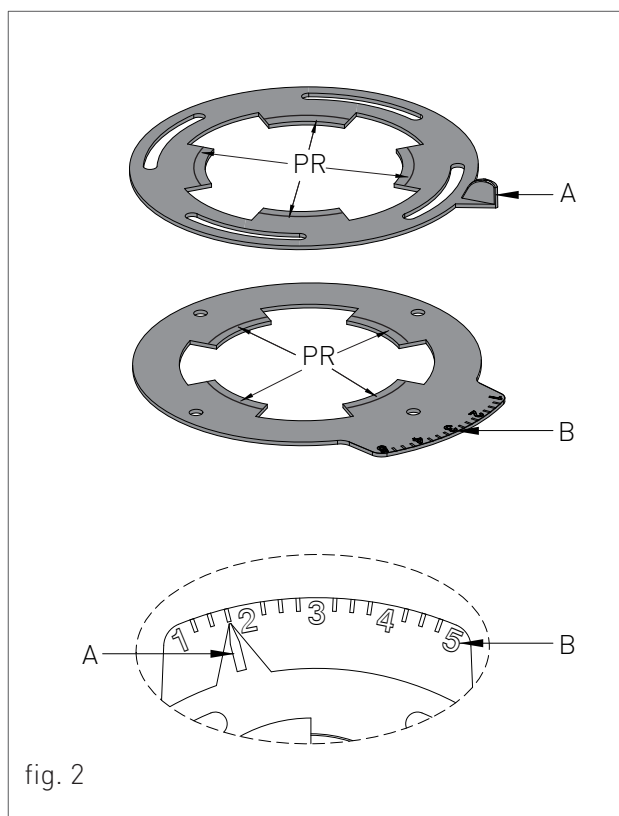

fig. 2
Per effettuare la regolazione dei diaframmi procedere nel seguente modo (vedi fig.2):
- > Se venisse indicato: 'senza premarcature', bisognerà eliminare tutte le premarcature (PR-fig.2) presenti nei diaframmi.
- > Spostare l'indice di riferimento (A-fig.2) scorrendo sull'indice graduato (B-fig.2) secondo la regolazione da effettuare;